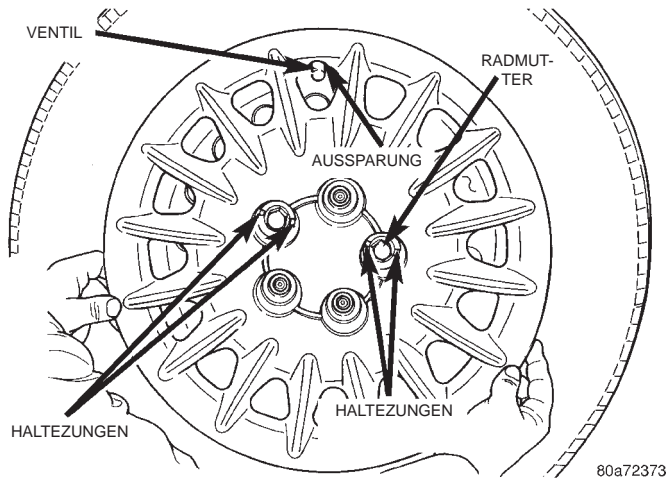

Abb. 14 Ausrichten der Radzierblende
(1) Die Aussparung für das Ventil in der Radzierblende auf das Ventil in der Felge ausrichten (Abb. 14). Die beiden Bohrungen der Radzierblende, an denen die Haltezungen sitzen, auf die beiden verbleibenden und mit dem vorschriftsmäßigen Anzugs-
ment festgezogenen Radmuttern ausrichten (Abb. 14).